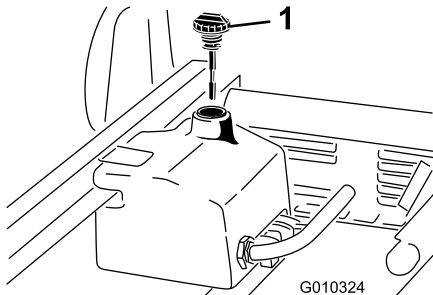

Bild 21
1. Reinigen Sie den Bereich um den Einfüllstutzen und den Deckel des Hydraulikbehälters (Bild 21). Drehen Sie den Deckel vom Einfüllstutzen ab.
2. Entfernen Sie den Peilstab (Bild 21) aus dem Einfüllstutzen und wischen ihn mit einem sauberen Lappen ab. Stecken Sie den Peilstab in den Einfüllstutzen und ziehen ihn dann heraus, um den Ölstand zu prüfen. Der Ölstand sollte sich zwischen den beiden Marken am Peilstab befinden.